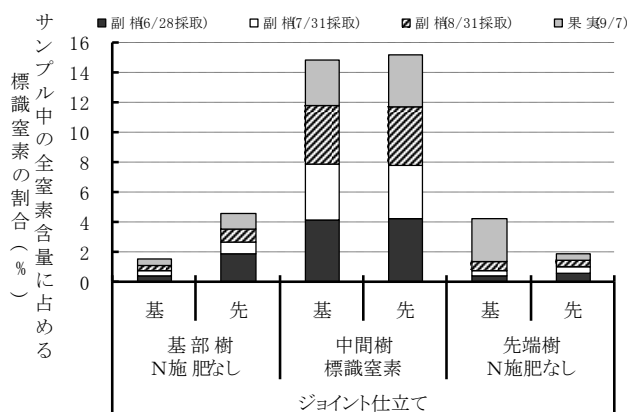

図3 樹体ジョイント仕立てによる樹体間の窒素移行
3. 標識窒素施肥樹の隣接樹(A樹およびB樹)の副梢および果実の全窒素含量に占める標識窒素の割合は標識窒素施肥樹に近い部位ほど高くなる(図3)。